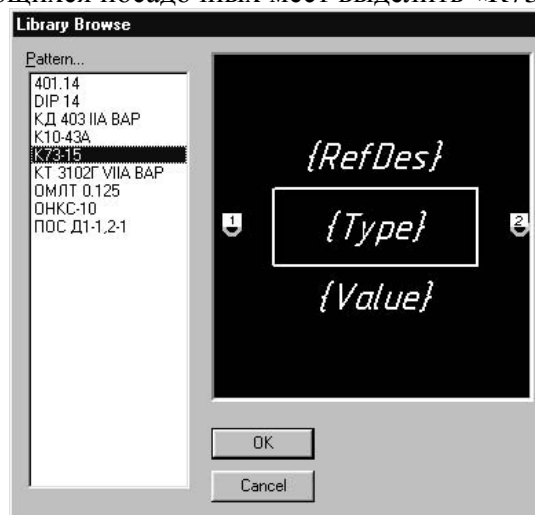

Рис.4.6.1
- В результате появится диалоговое окно **Component Information** (см. рис.4.2.2). В диалоговом окне нажать кнопку **Select Pattern** и в появившемся окне **Library Browse** (рис.4.6.1) в списке имеющихся посадочных мест выделить «K73-15» и нажать кнопку ОК.